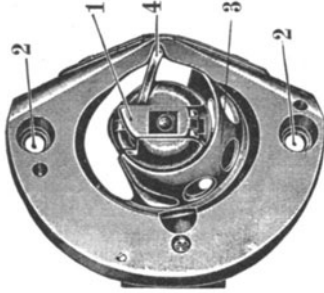

Abb. 44.
## 2. Die Zentralspulenmaschine (Abb. 44 u. 45).
Der Greifer wird in seiner Bahn durch einen überzuschraubenden **Deckring** (Abb. 44) gesichert. Damit die Spulenhülse nicht an der Bewegung des Greifers mit teilnehmen kann, wird sie mittels eines in den Ausschnitt des Deckringes greifenden Dornes (4) (s. auch Abb. 14, S. 19) gehalten. **Der Deckring** wird mit 2 Schrauben festgehalten und muß gelöst werden, wenn man Schmutz und Fäden aus der Schiffchenbahn entfernen will.